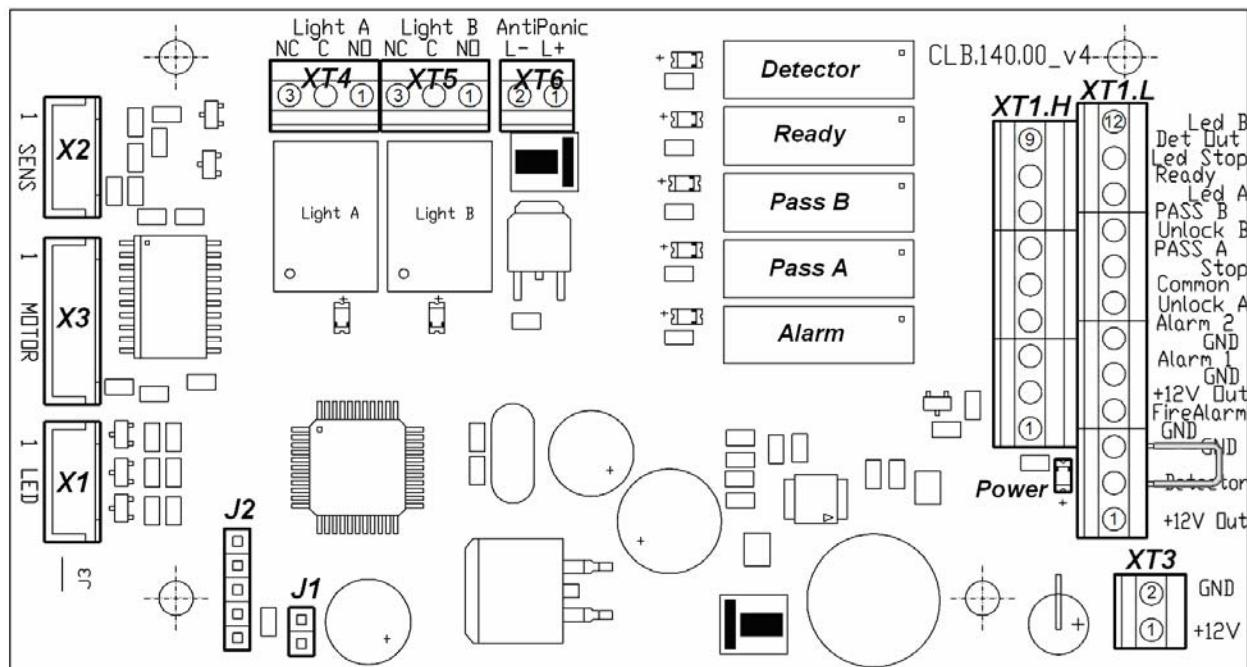

Рисунок 4. Внешний вид платы управления
Общий вид платы управления показан на рис. 4. На плате расположены:
Подключение указанных устройств производится в соответствии со схемой электрических соединений (см. рис. 4 и 12) к выносной клеммной колодке **XS1**, на которую выведены контакты с клеммных колодок **XT1.L** и **XT1.H** платы управления. Подключение осуществляется с помощью кабеля (14).
Факт срабатывания/отпускания реле PASS A, PASS B, Ready, Detector и Alarm можно определить по загоранию/ гашению красных индикаторов, которые установлены вблизи указанных реле (см. рис. 4).